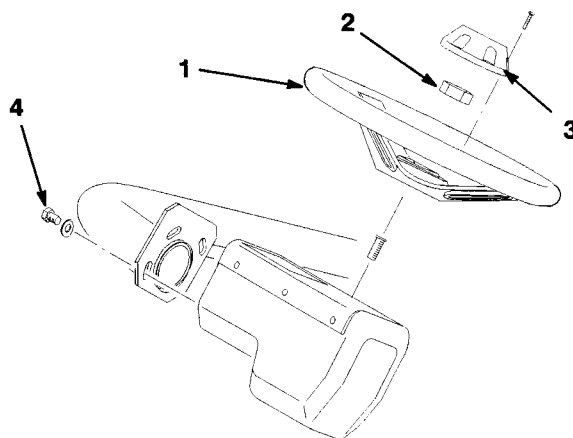

図 4
2. キャップを取り付け、ネジで固定する(図4)。
注: オペレータの好みに合わせてハンドル位置を前後に調整することができます。調整は、3個の取り付けネジをゆるめて行います(図4)。